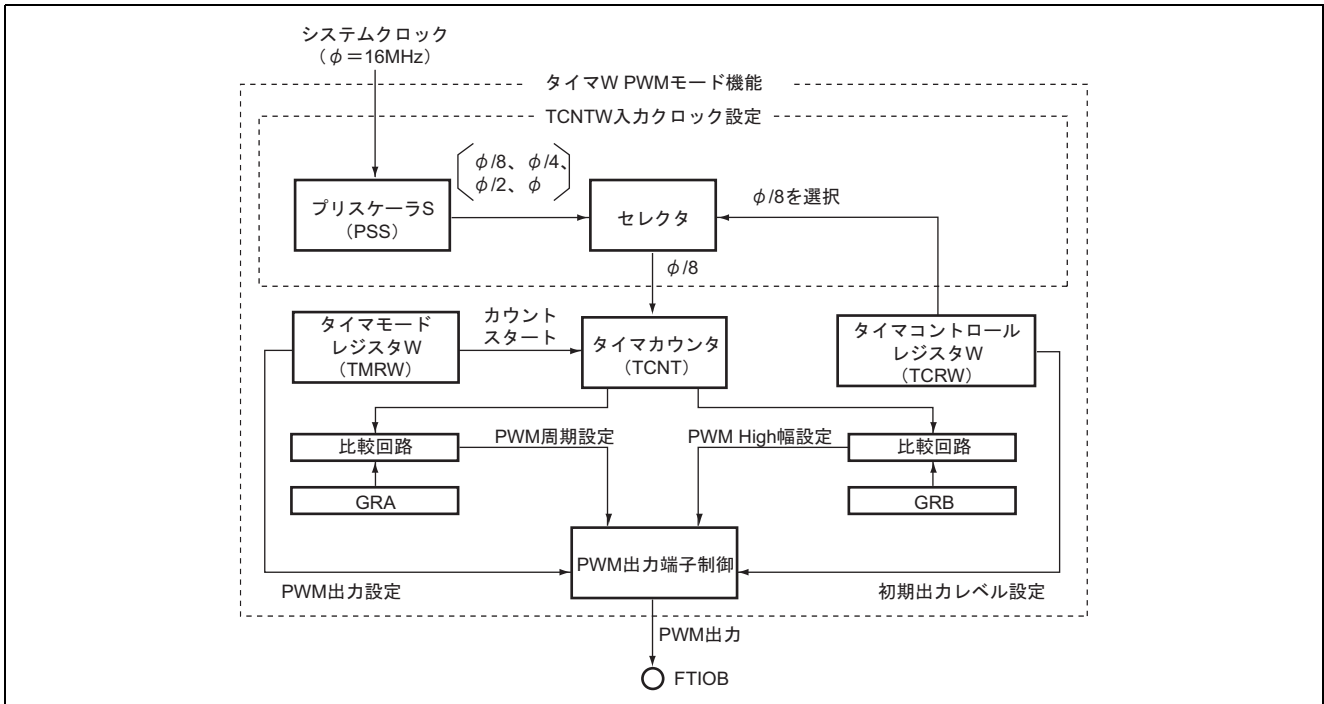

図 2.1 タイマ W PWM モードのブロック図
1. 本タスク例では、タイマ W PWM モードを使用して、PWM 波形を出力します。タイマ W PWM モードのブロック図を図 2.1 に示します。以下にタイマ W PWM モードのブロック図について説明します。